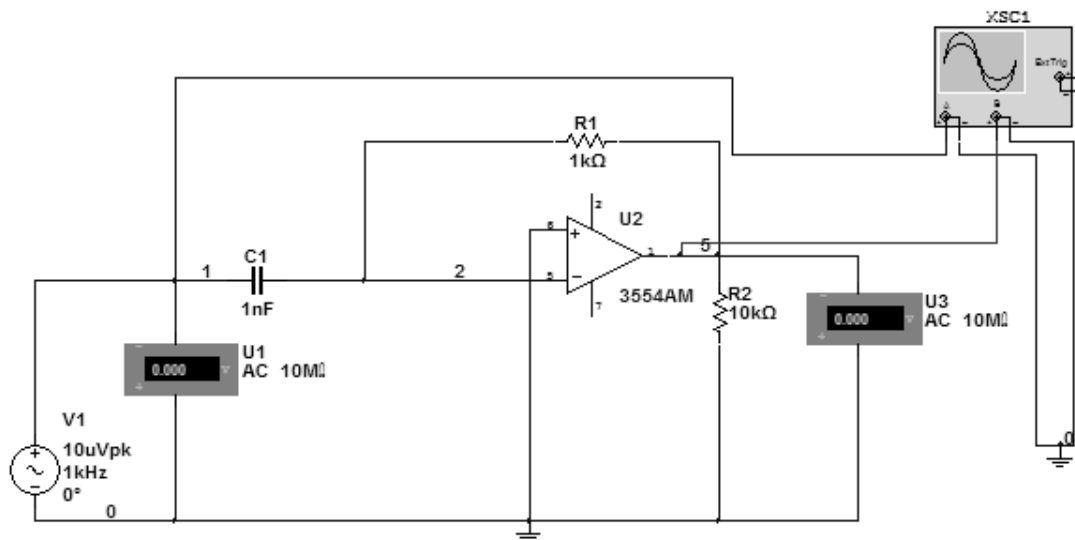

Рис. 8
4) Дифференциатора на ОУ (дифференциатор на ОУ с ООС) (рис. 8).